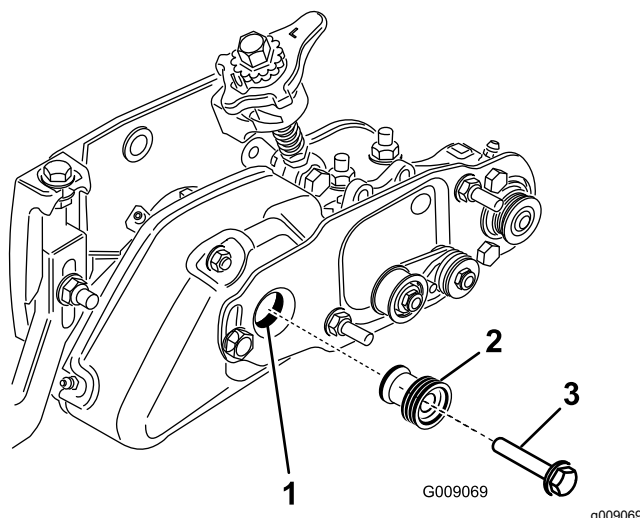

Рисунок 31
20. Отверните болт крепления шкива механической щетки к ведущему валу (Рисунок 31).
21. Вставьте ведущий шкив щетки в ведущий шкив механической щетки и в приводной вал (Рисунок 31). Убедитесь в том, что выступы шкива находятся в пазу приводного вала.
22. Прикрепите ведущий шкив к валу с помощью болта с фланцевой головкой ($\frac{3}{8}$ x 2 дюйма) (Рисунок 31). Затяните болт с моментом от 47 до 54 Н·м.